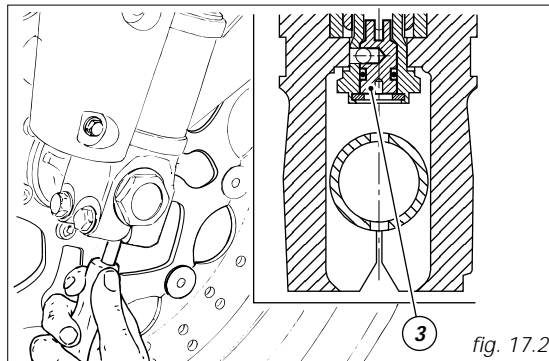

fig. 17.2
- 3) (fig. 17.2) pour modifier l'action hydraulique d'amortissement en compression;
La valeur de précontrainte (A, fig. 17.2) peut varier de 25 à 10 mm.